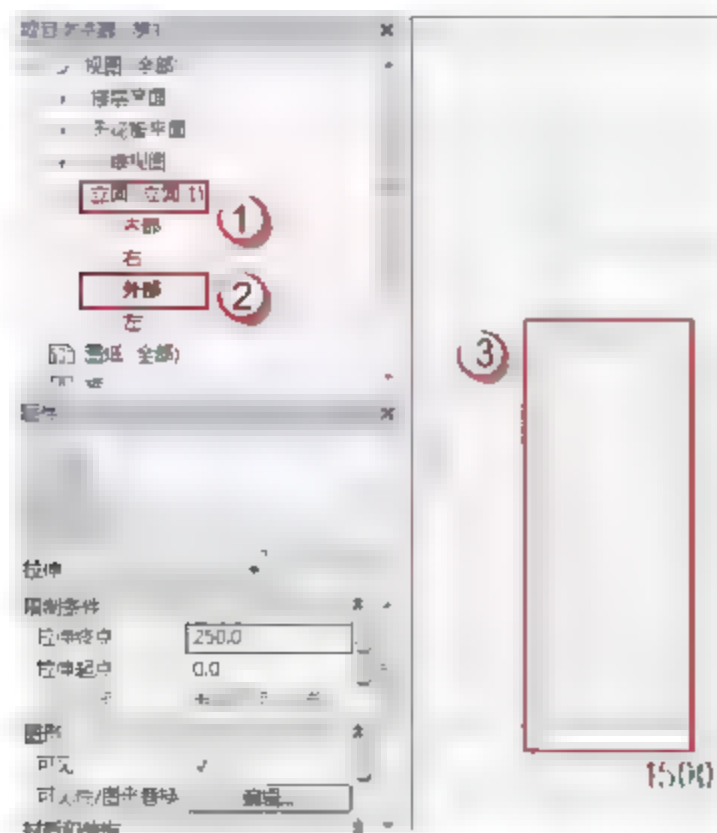
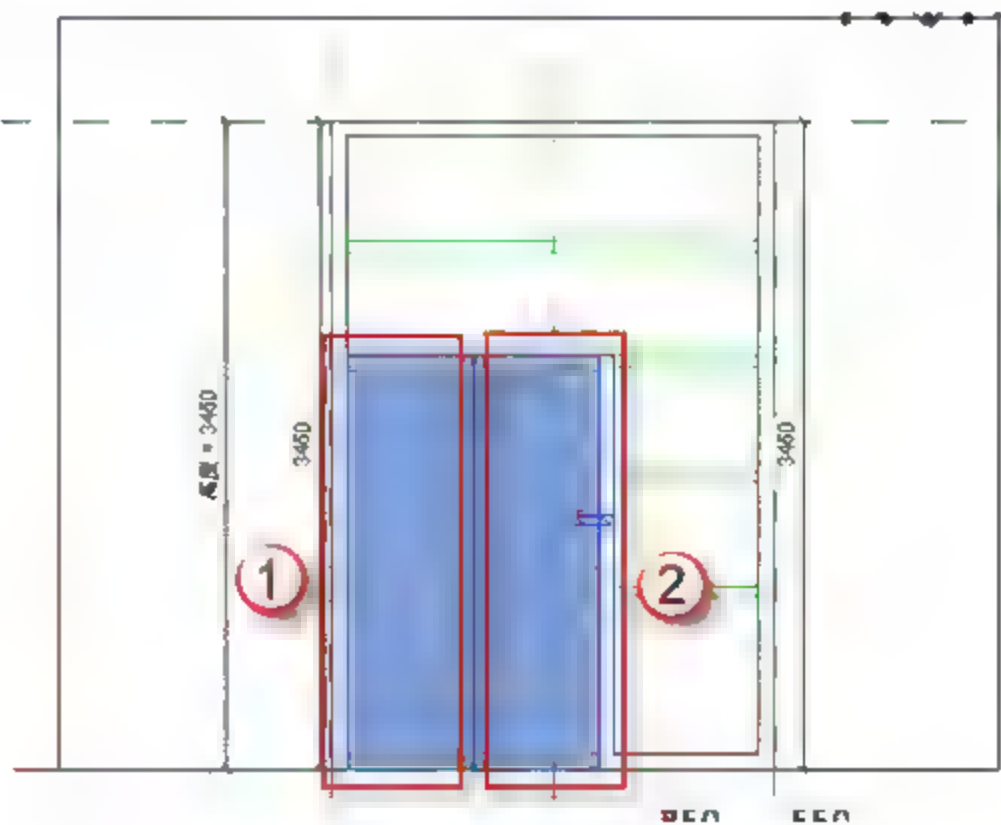

图 6.3.57 绘制 MC2934 的门板
图 6.3.58 完成门板绘制
(16) 绘制 MC2934 门板。选择“项目浏览器”中的“立面(立面 1)”→“外部”选项，可以进入 MC2934 的外部立面视图。选择“创建”→“拉伸”命令，进入“修改|编辑拉伸”界面，用菜单中的绘制工具绘制门板，如图 6.3.57 所示。绘制完成后，单击√按钮。然后重复选择“创建”→“拉伸”命令，将右边门板用“拉伸”工具绘制出来，单击√按钮，完成绘制，如图 6.3.58 所示。